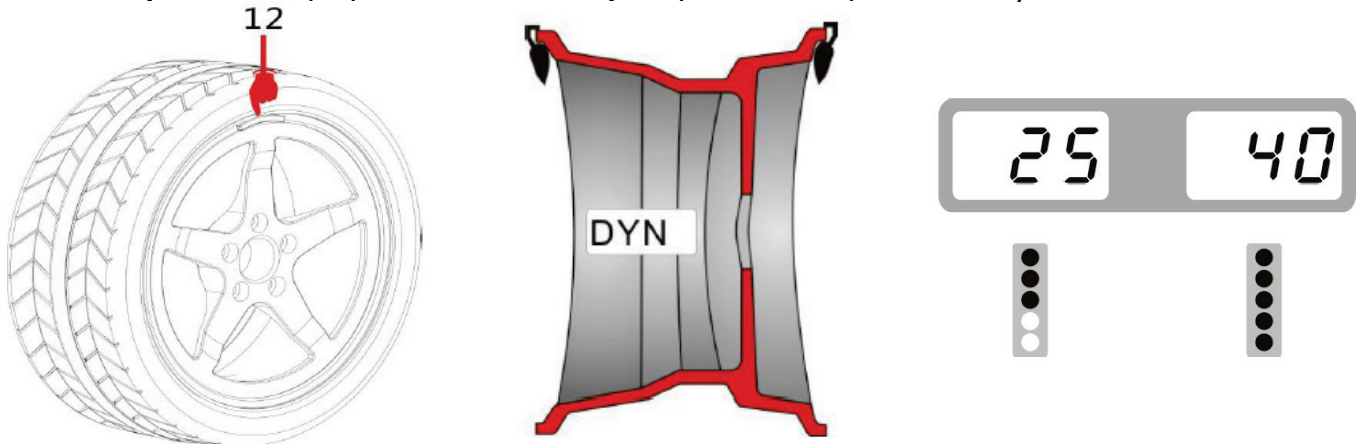
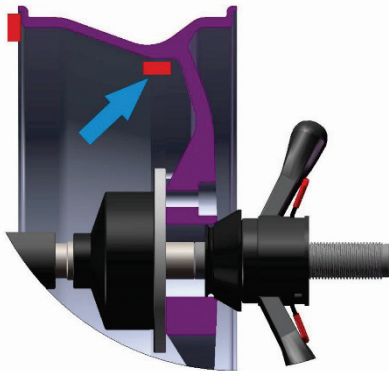

Rys. 3
Rys. 3.1
4. Obrócić koło ręcznie. Gdy tylko zaświecą się wszystkie diody LED wewnętrznego wskaźnika położenia, obciążnik można zamocować do wnętrza Rys. 3 lub w trybie Alu-1 Rys. 3.1.